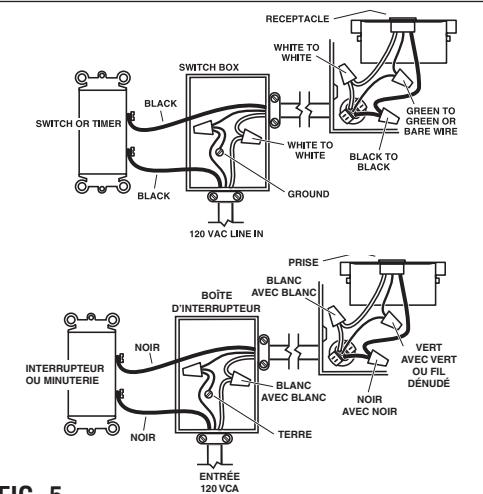

FIG. 5
4. TURN OFF POWER AT SERVICE ENTRANCE and connect wiring from fan to house wiring using correct size wire connectors. Connect black supply (house) wire to black wire on wire panel. Connect white supply (house) wire to white wire on wire panel. Connect ground (copper) supply (house) wire to green or copper wire in wire panel (FIG. 5).
4. COUPER LE COURANT AU PANNEAU DE DISTRIBUTION et brancher les fils du ventilateur au câblage domestique à l'aide de connecteurs de fils de la bonne taille. Brancher le fil d'alimentation noir (maison) au fil noir du panneau de câblage. Brancher le fil d'alimentation blanc (maison) au fil blanc du panneau de câblage. Brancher le fil de mise à la terre (cuivre) (maison) au fil vert ou en cuivre du panneau de câblage (FIG. 5).